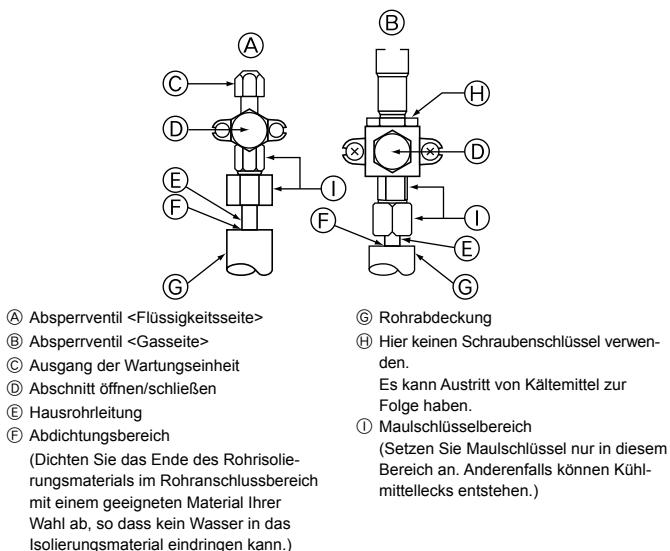

Fig. 4-5
- ① Die Verbindungen der Kältemittelrohrleitungen für die Innen-/Außenanlage ausführen, wenn das Absperrventil der Außenanlage vollständig geschlossen ist.
- ② Luftereinigung unter Vakuum vom Innenaggregat und dem Rohrleitungsanschluss aus.
- ③ Kontrollieren Sie nach dem Anschließen der Kältemittelrohrleitungen die angeschlossenen Rohre und die Innenanlage auf Gasaustritt. (Siehe 4.4. Verfahren zum Prüfen der Rohre auf Dichtigkeit.)
- ④ Eine Hochleistungs-Vakuumpumpe wird an der Wartungseinheit des Sperrventils verwendet, um ein Vakuum für eine geeignete Zeit (mindestens eine Stunde zu erzeugen, nachdem -101 kPa (5 Torr) erreicht sind, um das Rohrinnere vakuumtrocknen. Prüfen Sie immer die Stärke des Vakuums am Kaliber des Rohrverteilers. Wenn Feuchtigkeit im Rohr verbleibt, wird die erforderliche Stärke des Vakuums bei kurzer Vakuumwendung manchmal nicht erreicht. Nach der Vakuumtrocknung öffnen Sie die Sperrventile vollständig (sowohl für Kältemittel als auch für Gas) für das Außengerät. Auf diese Weise werden die Kältemittelverbindungen von Innen- und Außenröhren vollständig miteinander verbunden.
- ⑤ Dichten Sie die Seiten der Wärmeisolierung um die Leitungsanschlüsse herum mit einem Dichtungsmittel ab, um zu verhindern, dass Wasser in die Wärmeisolierung eindringt.
4.4. Verfahren zum Prüfen der Rohre auf Dichtigkeit (Fig. 4-5)